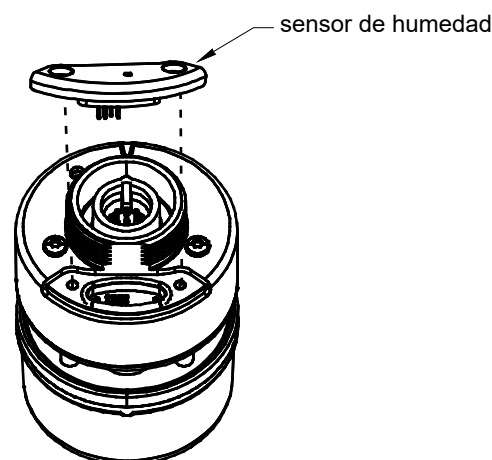

Figura 2: Colocación del sensor de humedad
3. Retire el sensor/tapón* (Figura 2).